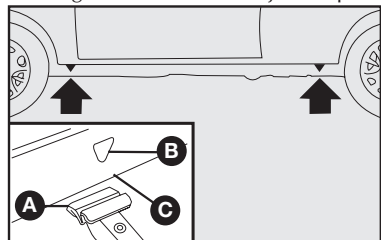

fig. 10
- Coloque el crique donde está marcado el símbolo ▼ **B-fig. 10** cerca de la rueda a ser sustituida y cerciőrese de que la ranura **A** del crique est  bien encajada en el larguero **C-fig. 10**.
3) Coloque el crique en el símbolo ▼ **B-fig. 10** cerca de la rueda que va a cambiar y asegúrese de que la ranura **A** del crique esté bien introducida en el larguero **C**.